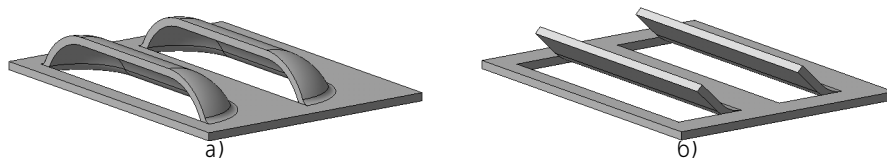

Рис. 93.10. Типы жалюзи
- ▼ вытянутые (рис. 93.10, а),
- ▼ подрезанные (рис. 93.10, б).